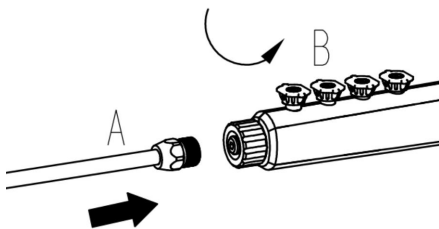

Fig.1
1. Installer les assemblages de lance et reliés A&B comme le montre la figure 1.